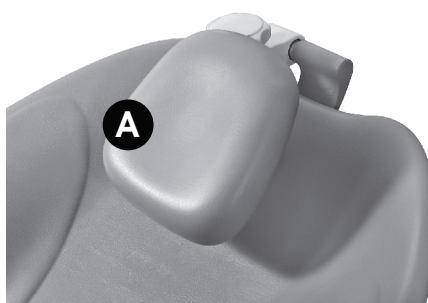
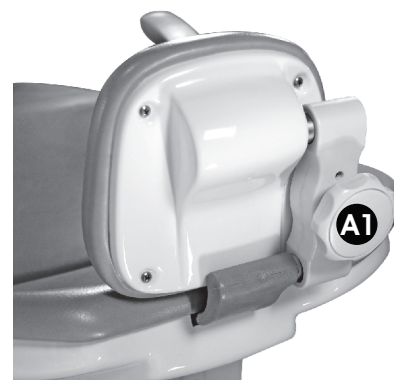

Fig. 4
Fig. 6
- A Ajuste do Encosto de Cabeça** - O encosto de cabeça possui 3 regulagens, uma longitudinal, que pode ser ajustada simplesmente puxando ou empurrando o encosto de cabeça para dentro ou para fora da base (encosto da cadeira), uma de inclinação e uma de altura. Para ajustar, gire o botão de regulagem (Item A1, fig.6) localizado na parte posterior do encosto de cabeça no sentido anti-horário para soltar, ajuste como necessário e aperte-o novamente girando-o no sentido horário (Figs. 4, 5 e 6);